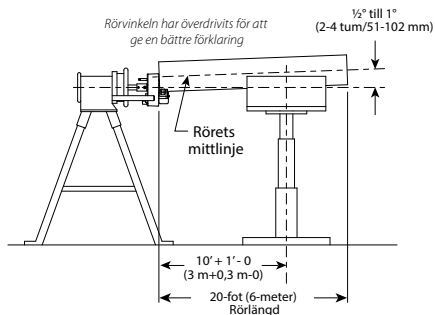

BILD 1 - RÖRSTÖD
- b. Placera rörstativet på ett avstånd något längre än halva rörlängden från verktyget. Se bild 1 ovan.
d. Ställ in höjden på rörstativet så att röret är cirka $\frac{1}{2}^\circ$ - 1° **ÖVER** vågrätt. Se bild 1. **ANMÄRKNING:** Röret/rörledningen måste sättas i rullarna när rörstativets höjd justeras.
- I bild 1 visas Victaulics ställbara rörstativ (VAPS 112). VAPS 112 lämpar sig för rörstorlekar $\frac{3}{4}$ - 12 tum. VAPS 224 lämpar sig för rörstorlekar 2 - 24 tum. Se avsnittet "Tillbehör".